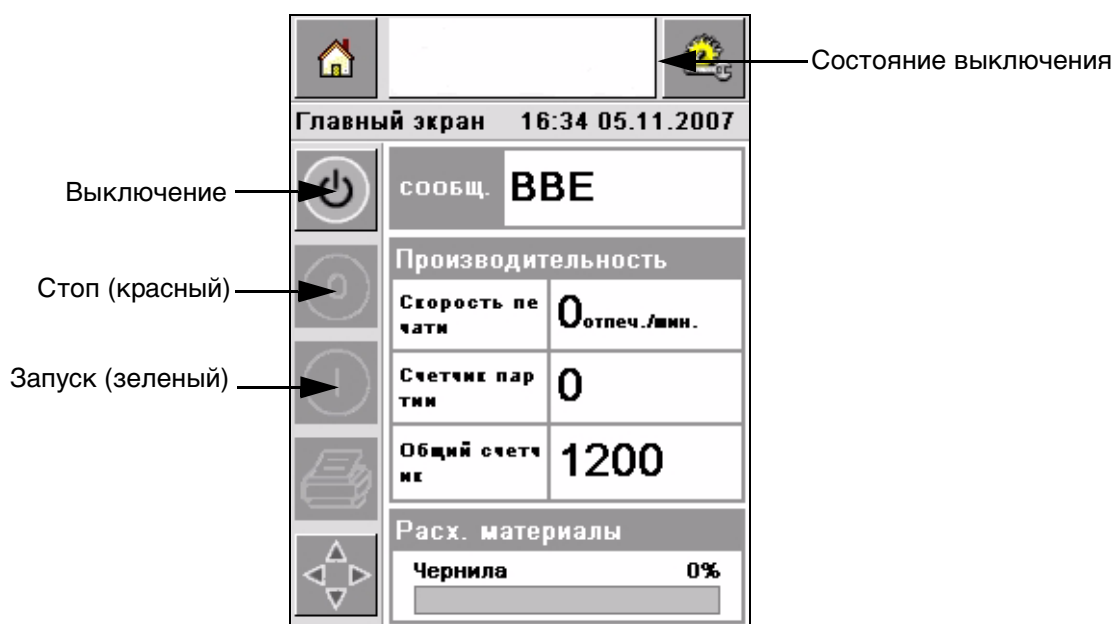

Рисунок 4-2: Домашняя страница
- 3 После того, как проверка завершена, домашняя страница CLARiTY появляется (обращаться к Рисунок 4-2).
- 5 Во время SHUTDOWN статуса, кнопки Stop (красная) и Run (зеленая) (Рисунок 4-2) отключены (серого цвета).